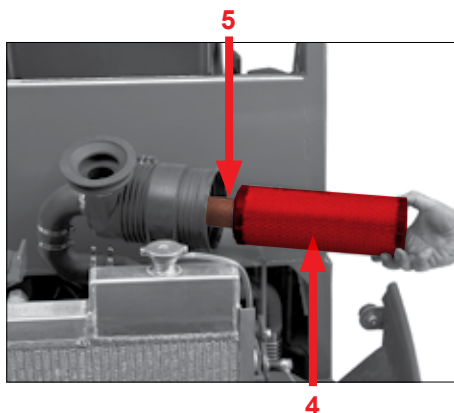

Fig. 106
- ▶ Rengør eller udskift hovedfilterelementet pos. 4 (Fig. 106) ved eftersynene eller hvis kontrol-lampen til luftfilteret lyser på instrumentbrættet mellem eftersynsintervallerne pos. 14 (Fig. 14)!
2. Tag hovedfilterelementet af pos. 4 (Fig. 106). Sikkerhedsfilterelementet afmonteres ikke.
Hvis det under vedligeholdelsen af tørluftfilteret står klart, at der er udført en vedligeholdelsesfejl, eller at hovedfilterelementet er beskadiget, skal sikkerhedsfilterelementet pos. 5 (Fig. 106) udskiftes.
3. Tag hovedfilterelementet af pos. 4 (Fig. 106).
4. Tag sikkerhedsfilterelementet af pos. 5 (Fig. 106).